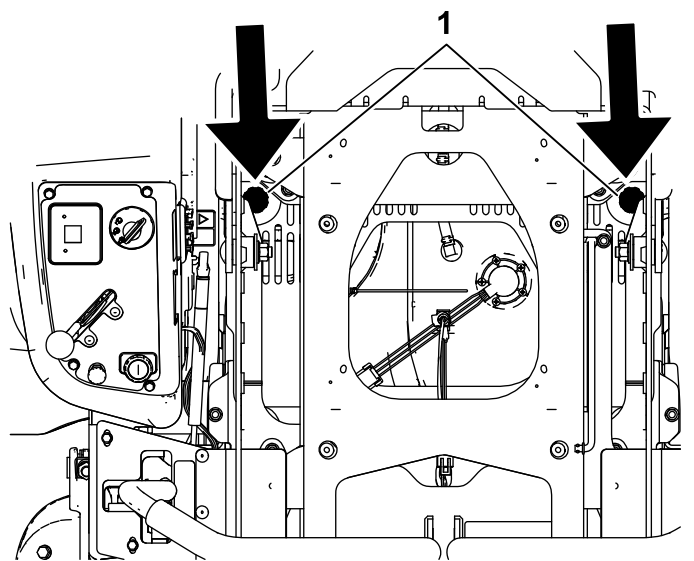

Figura 83
6. Alzate il sedile e pulite attorno all'asta di livello e all'unità idraulica (**Figura 83**).